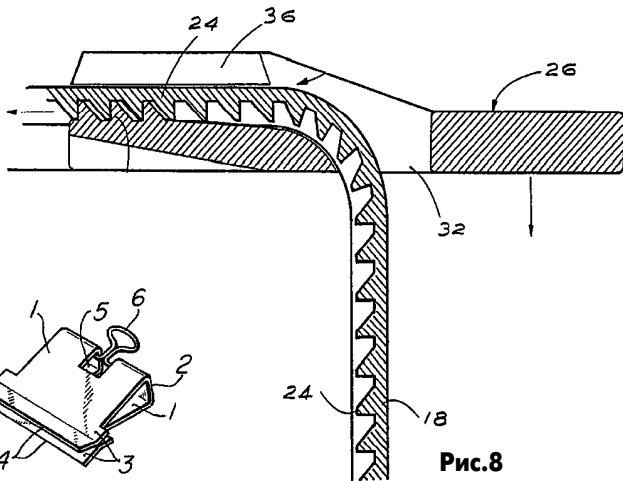

Рис.8
**Держатель для перфорированных листов бумаги** описан в патенте Великобритании 2257094 (1993 г.). Листы бумаги имеют по краю равномерно разнесенные отверстия (перфорацию). На перфорацию накладывается гибкая (в частности, резиновая) лента 18 (рис.8)